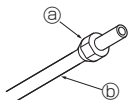

Fig. 5-5
5.2.3. Veržlės uždėjimas (Fig. 5-5)